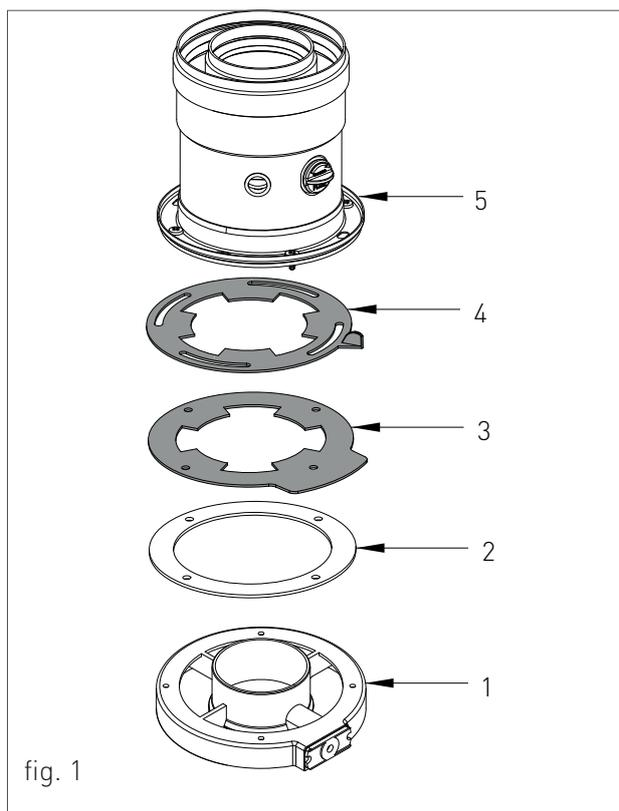

fig. 1
- › insertar el acople embridado (5-fig.1) u otro componente previsto en base al sistema coaxial adoptado;
Para el montaje de los diafragmas regulables en el sistema dividido proceder del siguiente modo (ver fig.1):